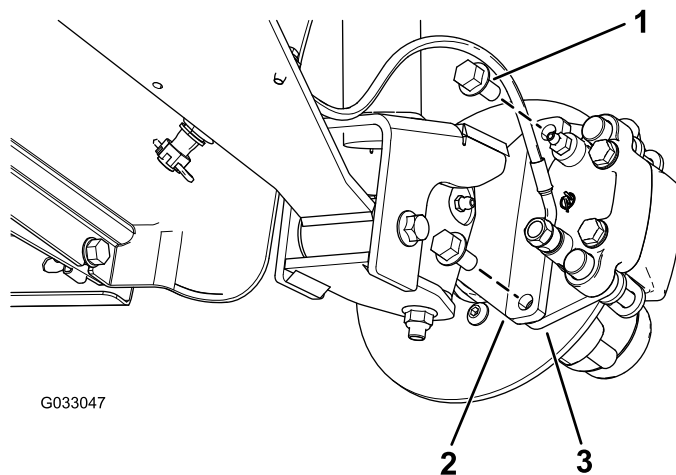

Рисунок 31
3. Выверните болты с фланцевыми головками ( $\frac{3}{8} \times \frac{3}{4}$  дюйма), которые крепят кронштейн тормоза в сборе к оси, и отделите тормоз от оси (Рисунок 31).
2. Совместите тормозные колодки с обеих сторон тормозного диска (Рисунок 31) с отверстиями в кронштейне суппорта и отверстиями в креплении тормоза на цапфе (Рисунок 35).
3. Закрепите кронштейн суппорта на цапфе (Рисунок 31) с помощью 2 болтов с фланцевыми головками ( $\frac{3}{8}$  x  $\frac{3}{4}$  дюйма).